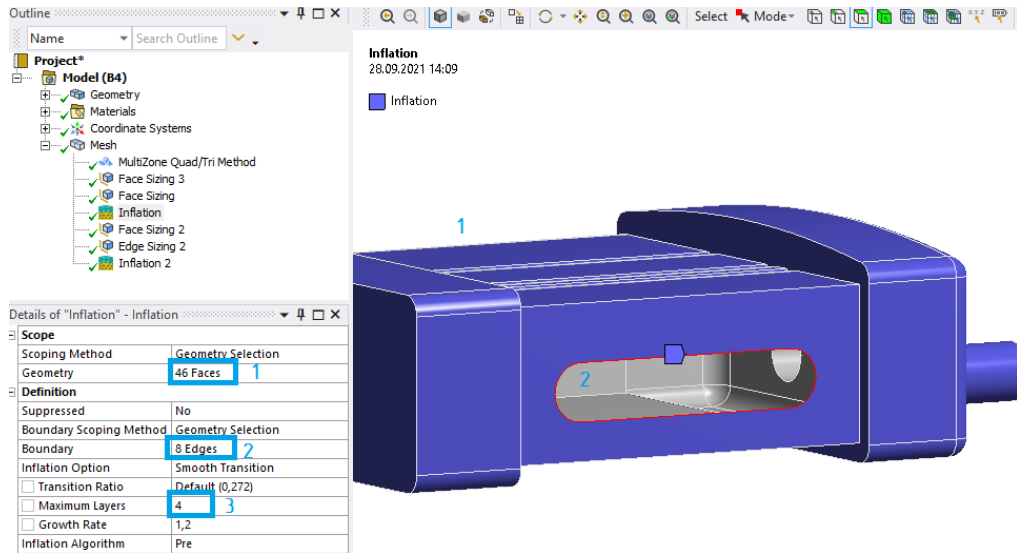

Рис. 23. Задание настроек сетки
6.7. Жмем ПКМ на *Mesh – Insert – Inflation*, указываем всю геометрию (1), выделяем ребра на обеих боковых сторонах (2) и задаем величину дополнительных разбиений ячеек (3) 4 (рис. 23).